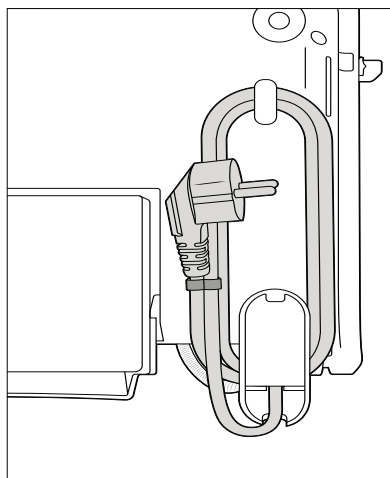

Fig. 2
- ◆ Sul lato inferiore dell'apparecchio si trova un avvolgicavo ❺. Avvolgere il cavo di rete in senso orario intorno al gancio e alla base dell'apparecchio (Fig. 2).